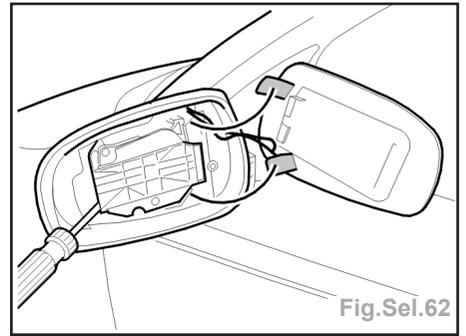

Fig.Sel.62
- Dégager le moteur avec un tournevis (Fig.Sel.62).